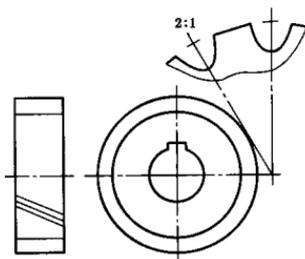
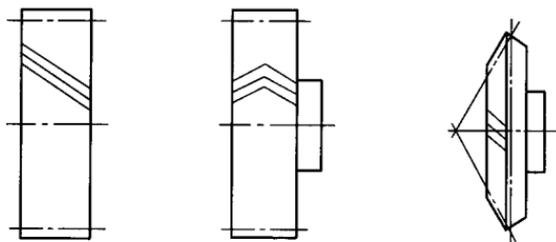

图6 圆弧齿轮画法
图8 齿线的表示法
3.5 当需要表示齿线的特征时，可用三条与齿线方向一致的细实线表示（图 6、图 8）。直齿则不需表示。
3.7 圆弧齿轮的画法见图 6。